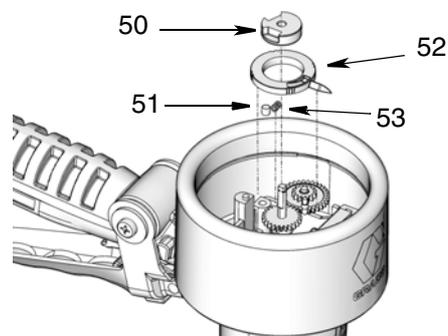

FIG. 16
4. Utilice una llave hexagonal para retirar el tapón del tornillo de fijación. Retire el tapón (50), la clavija (51), el resorte (53), y el puntero más bajo (52) (FIG. 16).